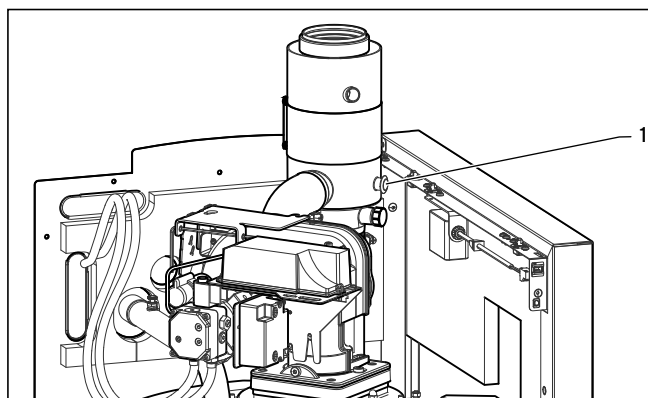

Fig. 5.1 Installation de la conduite de dégazage sur l'icoVIT
- Retirez le bouchon (1) (voir figure 5.1) de l'ouverture supérieure de la tubulure d'aspiration d'air.